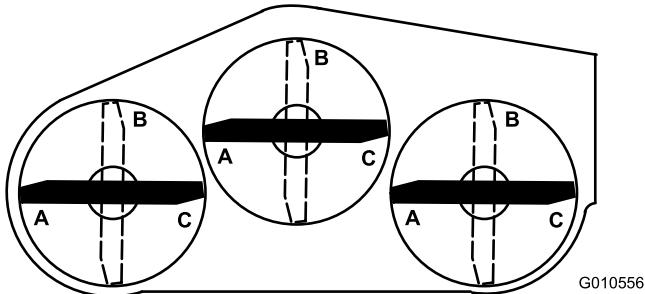
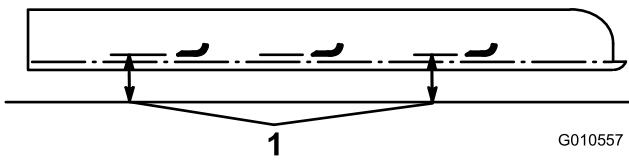

図 42
図 43
6. 全部のブレードを A 位置 図 42にし、水平な床面から各ブレードの刃先の底面までの高さを測定する 図 43。
7. 位置でのそれぞれの測定値を記録し、各ブレードを B 位置 図 42まで回転させ、同様にして各ブレードから床面までの高さを測定する 図 43。
8. 各ブレードを C 位置まで回転させ、同様にして各ブレードから床面までの高さを測定する 図 42 と 図 43。